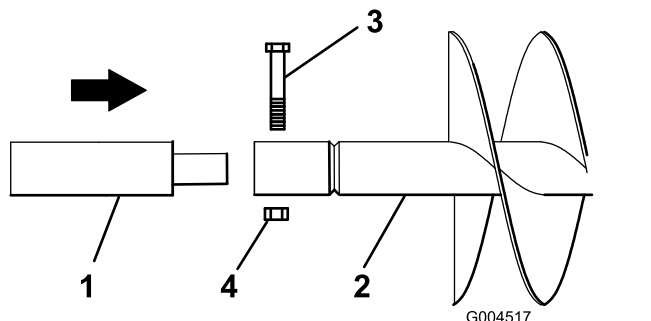

Рисунок 6
6. Если вместе со шнеком используется удлинитель, вставьте конец удлинителя в конец шнека и зафиксируйте соединение с помощью болта (7/8 x 4 1/2 дюйма) и гайки (7/8 дюйма), как показано на рис. Рисунок 6.